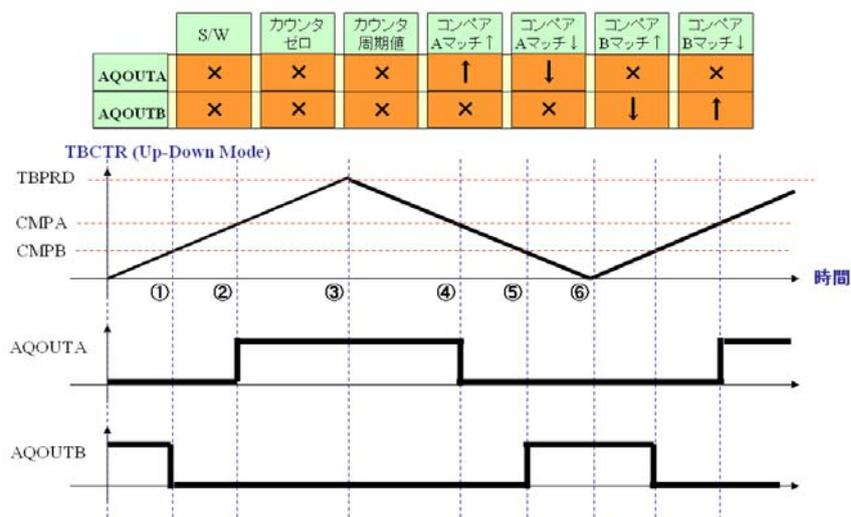

図 71:AQ モジュールの設定例②
もうひとつ例を見てみましょう。図 71は、TBCTRをUp-Downモードに設定した場合の例です。この例ではAQOUTAに対してはコンペアAマッチ↑で↑に、コンペアAマッチ↓で↓に設定しています。一方、AQOUTBに対してはコンペアBマッチ↑で↓に、コンペアBマッチ↓で↑に設定しています。こちらも順番に見ていきましょう。はじめにAQOUTAはLow、AQOUTBはHighになっています。TBCTRがカウントアップしていき①のタイミングでコンペアBマッチ↑イベントが発生します。この時AQOUTAは×、AQOUTBは↓設定ですので、AQOUTAは変化せず、AQOUTBはLowに変化します。次に②のタイミングでAQOUTAは↑、AQOUTBは×設定ですので、AQOUTAはHighに変化し、AQOUTBは変化しません。次に③のタイミングでカウンタ周期値イベントが発生します。この時AQOUTA/Bとも×設定ですので、変化しません。TBCTRはUP-Downモードですので、ここからはダウンカウントを始めます。④のタイミングでコンペアAマッチ↓イベントが発生します。この時AQOUTAは↓設定なのでLowに、AQOUTBは×設定ですので変化しません。次の⑤ではコンペアBマッチ↓イベントが発生します。この時AQOUTAは×設定なので変化せず、AQOUTBは↑設定なのでHighに変化します。最後に⑥ではカウンタ・ゼロ・イベントが発生します。この時はAQOUTA/B共に×設定ですので両方とも変化しません。これを繰り返す事になります。このような設定にすれば、CMPAでAQOUTAのDutyを、CMPBでAQOUTBのDutyを設定する事ができます。